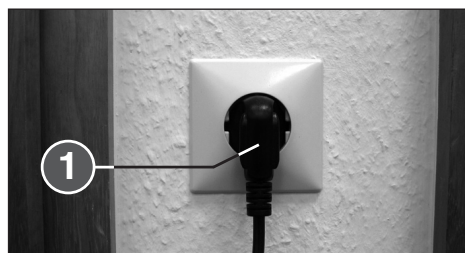

Fig. 2
- Allacciare l'apparecchio alla rete elettrica inserendo il connettore (1) (Fig. 2) in una presa di corrente (per i dati sul prefusibile necessario della presa di rete consultare il capitolo "DATI TECNICI").
1 = Connettore (Fig. 2)